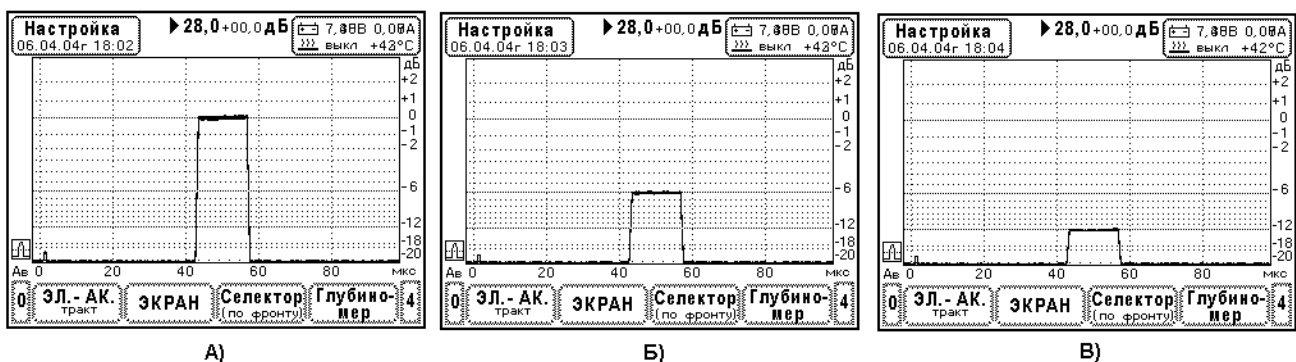

Рис.10.6.6.1. Определение параметров амплитудной характеристики приемного тракта дефектоскопа.
Проверка параметров амплитудной характеристики дефектоскопа УД9812 производится в режиме отображения детектированных сигналов. Используется схема измерений Рис. 10.6.4.1. Вначале амплитуда тест-сигнала настраивается на стандартный уровень дефектоскопа (0 дБ разметки экрана), затем с помощью образцового аттенюатора производят установку тест-сигнала на уровни +3 дБ, -6 дБ, -12дБ и  $-20$  дБ экрана дефектоскопа, считывают ослабление аттенюатора и определяют погрешности амплитудной характеристики. Вид тест-сигнала при определении погрешностей амплитудной характеристики показан на Рис.10.6.6.1.
3. Настройка амплитуды тест сигнала на стандартный уровень дефектоскопа. В меню «Экран», регулируя усиление прибора, установите амплитуду тест-сигнала на уровень 0 дБ по разметке экрана - Рис.10.6.6.1.А. Если необходимо, проведите точную настройку с помощью ручки «амплитуда» генератора сигналов Г4-102. Зафиксируйте ослабление аттенюатора  $K_{ст}$  [дБ].